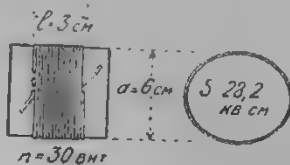

Рис. 3. К расчету самоиндукции цилиндрической катушки.
1) Дана однослойная цилиндрическая катушка, показанная на рис. 3, имеющая число витков $n = 30$. Полагая, что она намотана из провода, имеющего толщину с изоляцией, например, в 1 мм., получаем длину намотки $l = 3$ см., диаметр катушки $d = 6$ см.